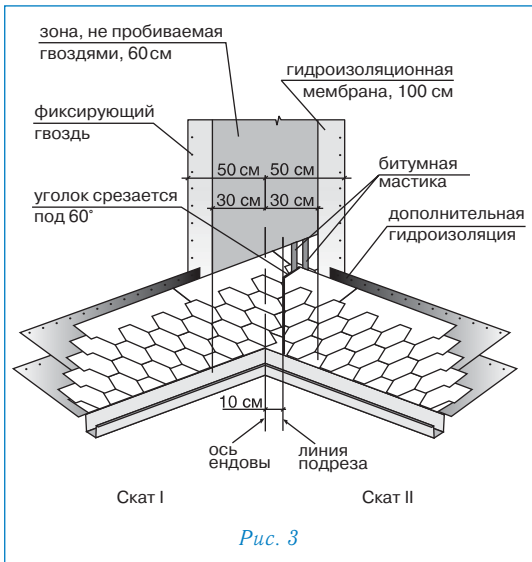

Рис. 3
Ендова (рис. 3)
- лист, подходящий к ендове со ската II, должен доходить до линии подрезки и обрезаться по ней. Верхний уголок обрезанного края листа подрезается под углом 60° (5/3 см — рис. 3);